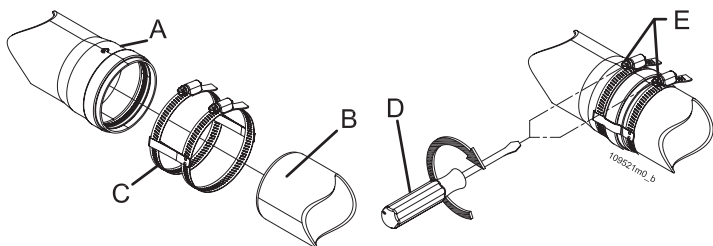

Figure 12-4 - Fixation du conduit d'évacuation des fumées
**ATTENTION !!! Fixer mécaniquement les encastresments entre les différents éléments qui composent le conduit d'évacuation, à l'aide de systèmes de fixation ou équivalents. Voir la figure 12-4.**